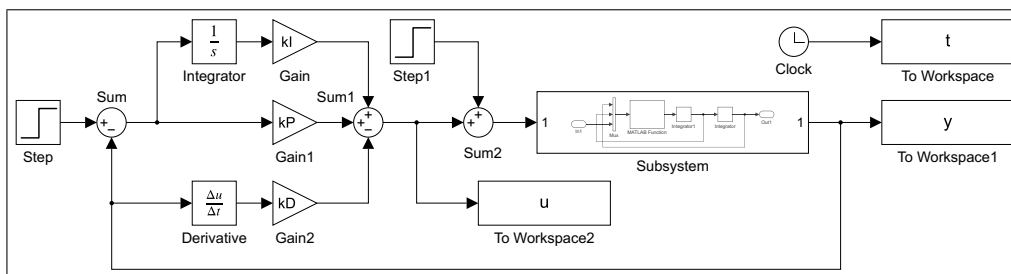
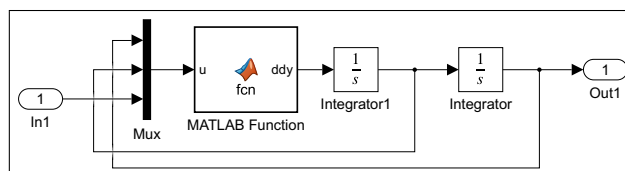

図 12 本書の図 6.26 (p. 131) に相当する Simulink モデル (R2021b)
図 13 本書の図 6.28 (p. 131) に相当する “Subsystem” (R2021b)
- 5) 本書の図 6.26 (p. 131) に相当する Simulink モデルおよび 本書の図 6.28 (p. 131) に相当する “Subsystem” はそれぞれ 図 12 および 図 13 となる。